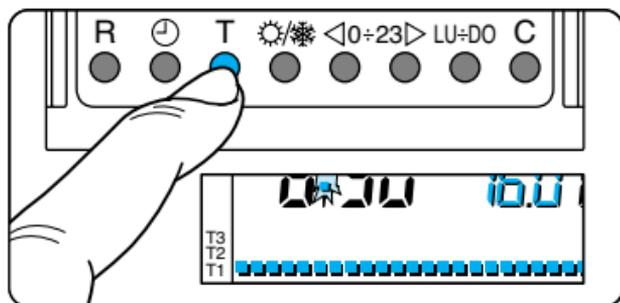

Fig. 31
6.3 - Premere il pulsante T (fig. 31).